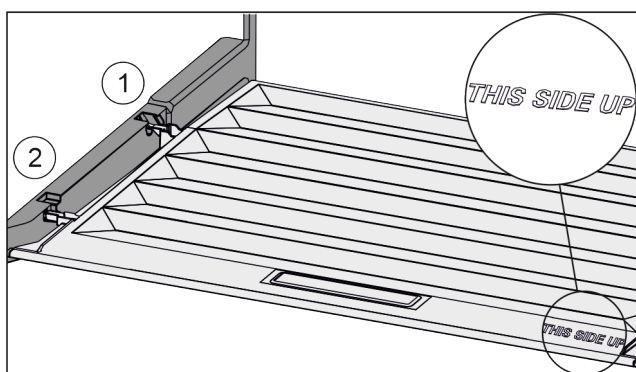

Fig. 105
- ▶ Introduzca los nervios de la tapa por la abertura del soporte trasero Fig. 105 (1) y encájelos por delante en el soporte Fig. 105 (2).